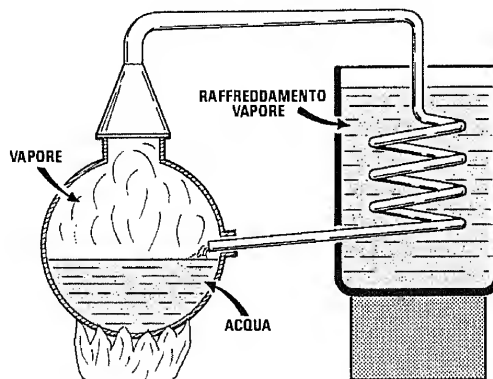

Fig.3 Per capire come funziona una valvola termoionica potremo prendere come esempio un alambicco pieno d'acqua.
**Fig.3** Negli schemi elettrici i transistor **IGBT** vengono graficamente disegnati così come visibile in queste figure. Nel caso degli **NPN** la freccia dell'**Emettitore** è orientata verso l'esterno, mentre nel caso dei **PNP** questa freccia è orientata verso l'interno.
Se all'interno di un palla di vetro si versa dell'acqua (vedi fig.3), per farla fuoriuscire senza capovolgere il contenitore si può utilizzare soltanto il **calore**.